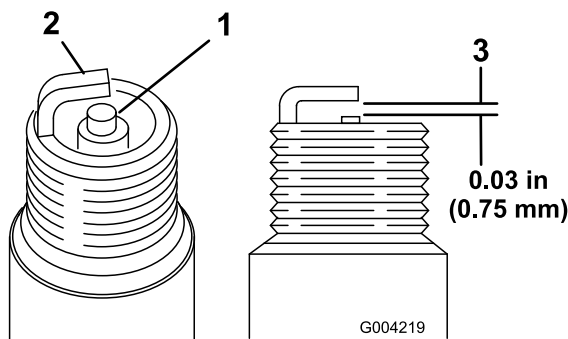

Figura 16
1. Controllate la parte centrale di entrambe le candele (Figura 16). Se l'isolatore è di color marrone chiaro o grigio, il motore funziona correttamente. Una patina nera sull'isolatore significa in genere che il filtro dell'aria è sporco.
- Controllate la distanza tra gli elettrodi centrale e laterale (Figura 16).
- Piegate l'elettrodo laterale (Figura 16) se la distanza non è corretta.